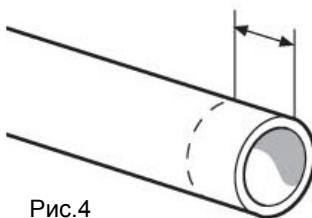

Рис.4
- *Соединение деталей между собой:* снимите одновременно детали с матрицы и патрицы и соедините между собой до отмеренной отметки (см. Рис.4) с выдержкой до отвердения оплавленного материала. Данная операция должна быть выполнена аккуратно за несколько секунд (см. табл.2,3).